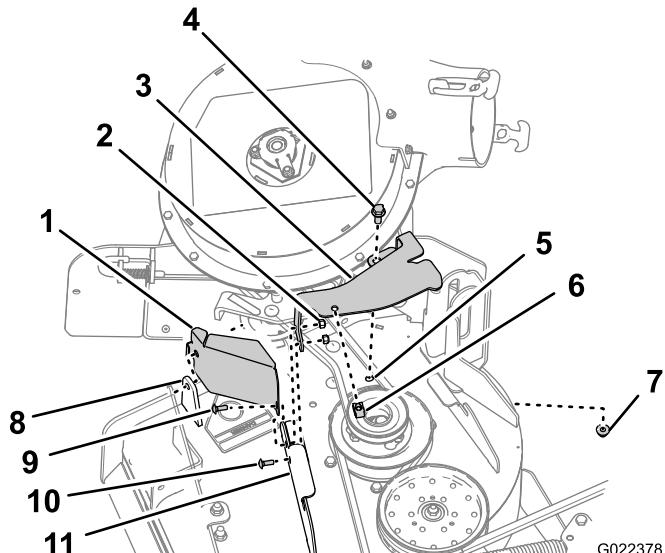

Figure 7
1. Alignez les trous du couvercle de poulie sur le trou dans le support de déflecteur avant et sur le trou extérieur à l'avant de la bride de plateau (Figure 7).
2. Alignez le support de couvercle de courroie sur les trous situés à l'arrière de la bride avant du plateau (Figure 7)
3. Fixez la protection de poulie et le support du couvercle de courroie sur la bride avant du plateau au niveau du trou extérieur au moyen du boulon de carrosserie (1/4 x 1 po, kit CE) et du contre-écrou (1/4 po, kit ventilateur) retirés à l'opération 1 de Dépose du support de couvercle de courroie \(page 4\) ; voir Figure 7.
4. Fixez le support du couvercle de courroie à la bride avant du plateau au niveau du trou intérieur au moyen d'un boulon de carrosserie (1/4 x 3/4 po, kit ventilateur) et du contre-écrou (1/4 po, kit ventilateur) retirés à l'opération 1 de Dépose du support de couvercle de courroie \(page 4\) ; voir Figure 7.
5. Alignez le trou dans la bride arrière du support du couvercle de courroie et le trou dans le plateau duquel vous avez retiré le support du couvercle de courroie à l'opération 1 de Dépose du support de fixation du couvercle \(page 3\) ; voir Figure 7.
6. Fixez la bride arrière du support du couvercle de courroie au plateau au moyen d'un boulon à tête hexagonale (3/8 x 1 po) et du contre-écrou (3/8 po) retirés à l'opération 1 de Dépose du support de fixation du couvercle \(page 3\) ; voir Figure 7.
7. Alignez l'écrou à clip sur le trou au sommet du support du couvercle de courroie et poussez-le sur le support (Figure 7).